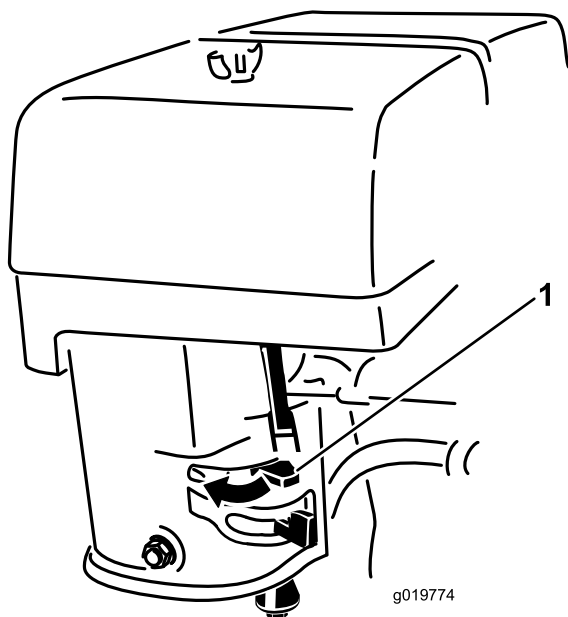

Figura 12
3. Mueva la palanca del estérter a la izquierda si el motor está frío (Figura 12).